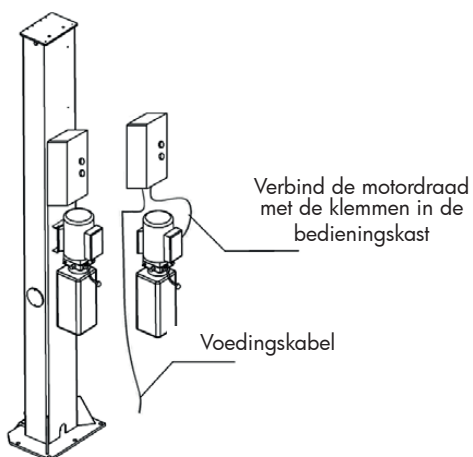

Fig. 12
3. Verbind de magneetklep en de motordraad (**fig. 12**).